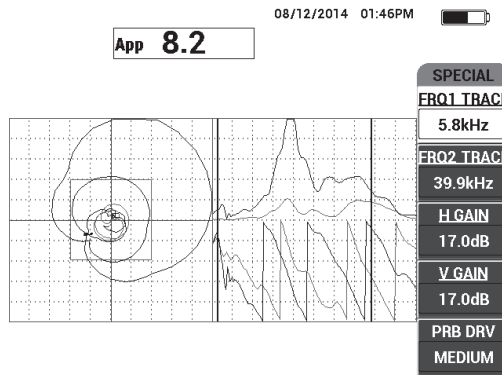

Figura 6-59 Vista dello spettro delle frequenze (lato destro della schermata)
5. Scansionare lentamente al di sopra dei difetti e osservare attentamente lo spettro delle frequenze (vista a destra) in modo particolare la componente dell'ampiezza (in alto a destra) [vedere Figura 6-59 a pagina 182].